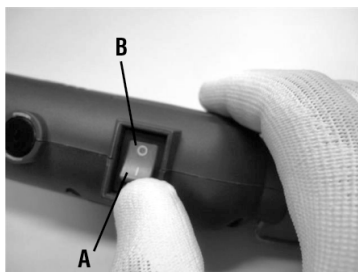

Fig. 5 – Interruptor de acionamento
Para ligar a ferramenta, aperte o botão de acionamento na posição (A), e para desligar, aperte o botão na posição (B) conforme indicado na fig. 5.